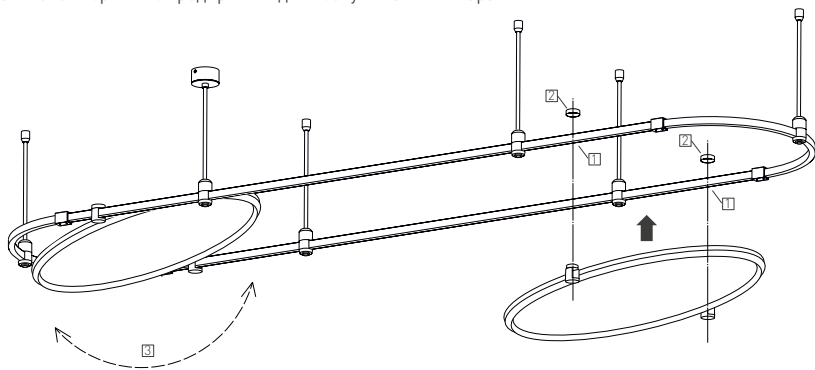

Рис. 2. Установка светильника
- Устройство крепления выполнено в виде закручивающегося фиксатора с правой резьбой, который закручивается в верхнюю часть корпуса светильника. Открутите верхнюю часть фиксатора у светильника, тем самым освободив установочное пространство. Установите светильник в необходимом месте шинопровода [1] и зафиксируйте его, закрутив верхнюю часть фиксатора светильника [2], как показано на рис. 2.